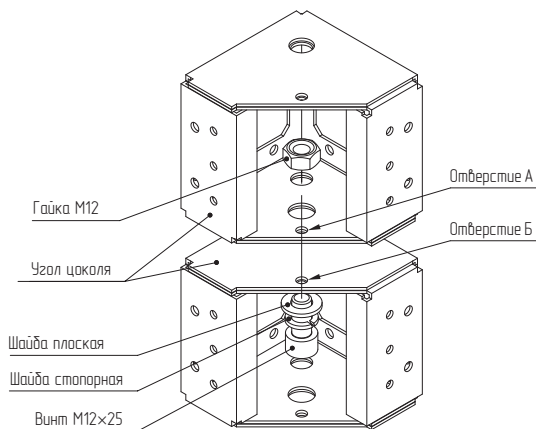

Рисунок 9
4.4.1 Установить два угла цоколя друг на друга, обеспечив соосность отверстий А и Б, и закрепить с помощью винта М12×25, плоской и стопорной шайб, а также гайки М12 (рисунок 9). Момент затяжки – 49 Н·м. Гайка в комплект поставки не входит и приобретается отдельно.